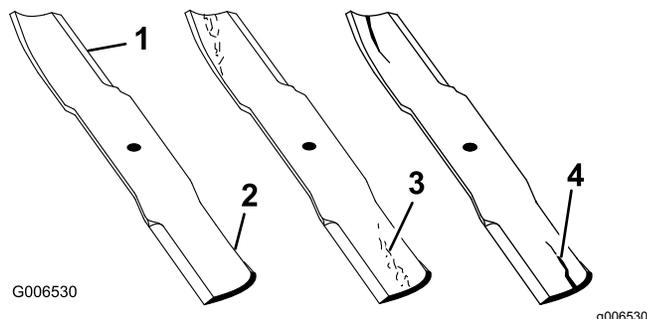

Рисунок 55
1. Осмотрите режущие кромки (Рисунок 55).
4. При обнаружении признаков повреждения, износа или образования зазора в этой области немедленно замените нож (Рисунок 55).